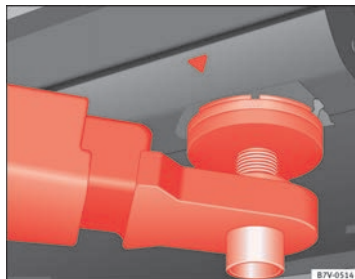
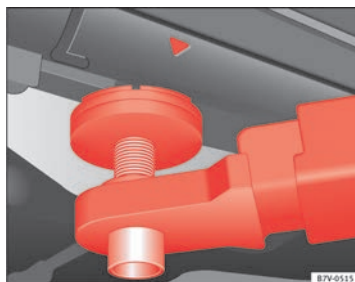

Fig. 129 Pontos de apoio dianteiros para elevar o veículo com a plataforma elevatória ou com o macaco.
Fig. 130 Pontos de apoio traseiros para elevar o veículo com a plataforma elevatória ou com o macaco.
Para levantar o veículo deverá utilizar exclusivamente os pontos indicados nas figuras ⇒ Fig. 129 e ⇒ Fig. 130. Caso não se eleve o veículo pelos pontos indicados, este poderá sofrer danos ⇒ ⚠ e poderão ocorrer lesões graves ⇒ ⚠.
- Elevar o veículo utilizando exclusivamente os pontos indicados nas figuras ⇒ Fig. 129 e ⇒ Fig. 130. Se não se elevar o veículo pelos pontos indicados, este poderá cair da plataforma elevatória ao ser desmontado, por exemplo, o motor ou a caixa de velocidades.